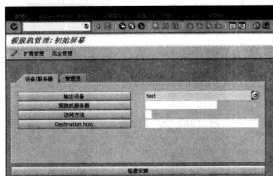

图 12-56 “假脱机管理：初始屏幕”界面
STEP 1 通过选择菜单“工具→CCMS→Spool→SPAD-Spool Administration”选项（或者直接在命令栏中输入“SPAD”命令），进入“假脱机管理：初始屏幕”界面，如图 12-56 所示。